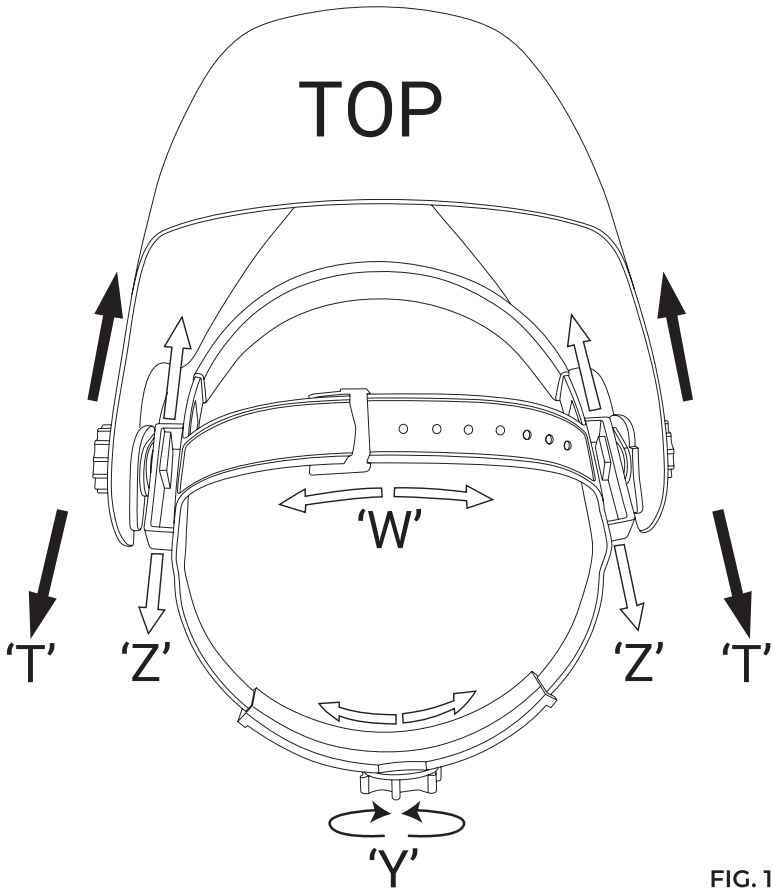

FIG. 1
- Hoofdband omtrek aanpassen: Draai aan de knop ('Y' FIG. 1) aan de achterkant van de hoofdband om de omtrek groter of kleiner te maken. Dit kan tijdens het dragen van de helm om de juiste spanning in te stellen.
- Hoogte van de hoofdband aanpassen: Pas de riem die over uw hoofd loopt ('W' FIG. 1) aan door de borgpen uit het gat te drukken, de band te schuiven en de borgpen door het dichtstbijzijnde gat te drukken.
- Afstand tussen helm en gezicht aanpassen: Draai de blokmoer ('T' FIG. 1) aan weerszijden los om de afstand tussen de helm en uw gezicht aan te passen. Zorg ervoor dat uw ogen zich op gelijke afstand van de lens bevinden om een gelijkmatige verduistering te garanderen. Draai de blokmoer weer vast wanneer de afstelling voltooid is.